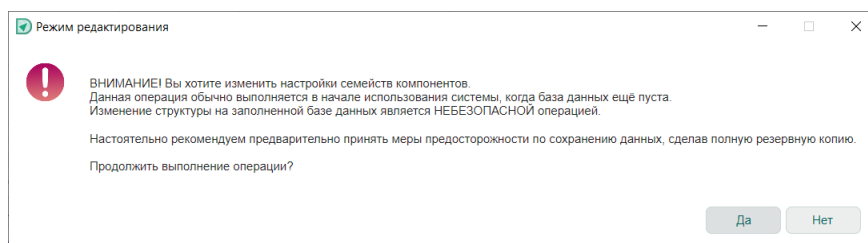

Рис. 167 Окно «Режим редактирования»
4. В окне «Режим редактирования» перед нажатием «Да» учесть все рекомендации, см. Рис. 167.